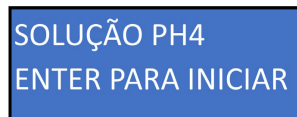

Figura 32
- Passados os 60 segundos, uma nova tela será apresentada (figura 32), e para seguir com a nova etapa de calibração é necessário lavar bem o sensor de pH com água desmineralizada e inserir na solução de calibração de pH 4.0. Pressione novamente a tecla “OK” e aguarde, novamente, 60 segundos.